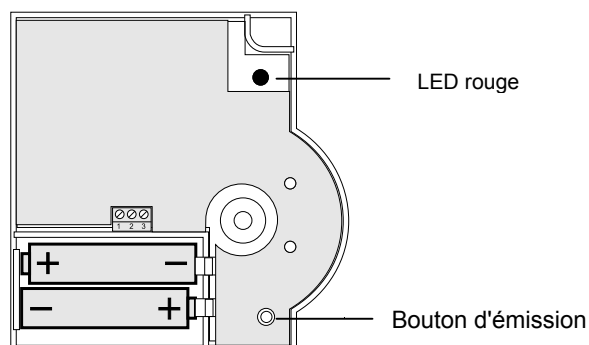

Figure 2: Polarité des piles et bouton d'émission
- ▶ Mettez en place les piles Mignon fournies en respectant la polarité (voir Figure 2).
- ▶ Activez la reconnaissance dans les 4 min en appuyant sur le bouton d'émission de la sonde de température ambiante (voir Figure 2, bouton d'émission).